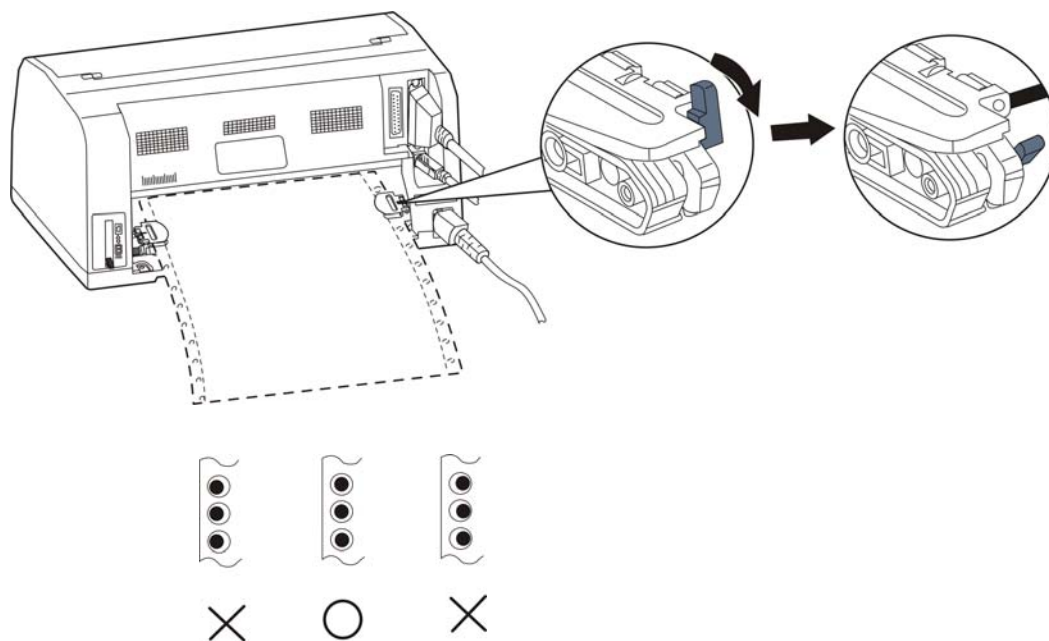

图 3-12 调整右边拖纸器位置
7. 合上拖纸器左右链轮的链轮盖，移动拖纸器右链轮把纸拉平，再按下锁定杆将其锁定（如图 3-12 所示）。